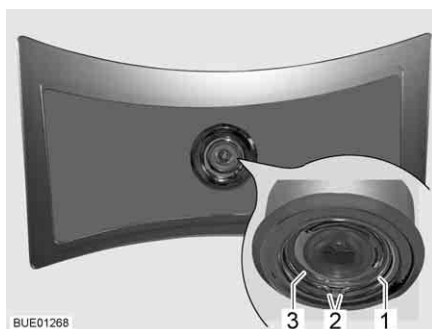

Fig. 281 Lámpara de techo
- Comprimir el pestillo con muelle (Fig. 281,1) por ambos extremos (Fig. 281,2) y retirarlo.
- Sacar la carcasa (Fig. 281,3) con LED de la lámpara.